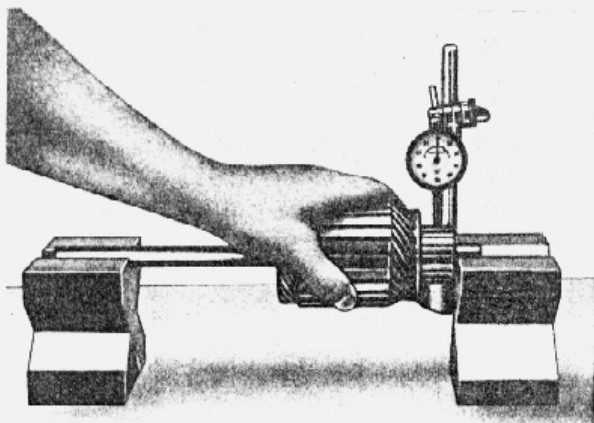

fig. 10 — medindo a excentricidade do coletor
3. Verificar o coletor quanto a excentricidade, conforme mostra a fig. 10 e inspeccionar a árvore do induzido e as duas buchas quanto a riscos ou desgaste excessivo.